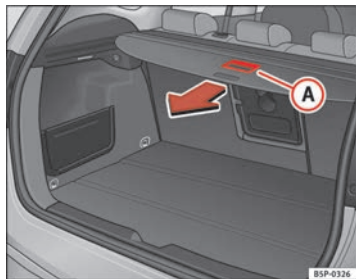

Fig. 122 Accionamiento bandeja portaobjetos
- Tire hacia atrás de la bandeja con el tirador **A** hasta percibir un “clic” ⇒ fig. 122.